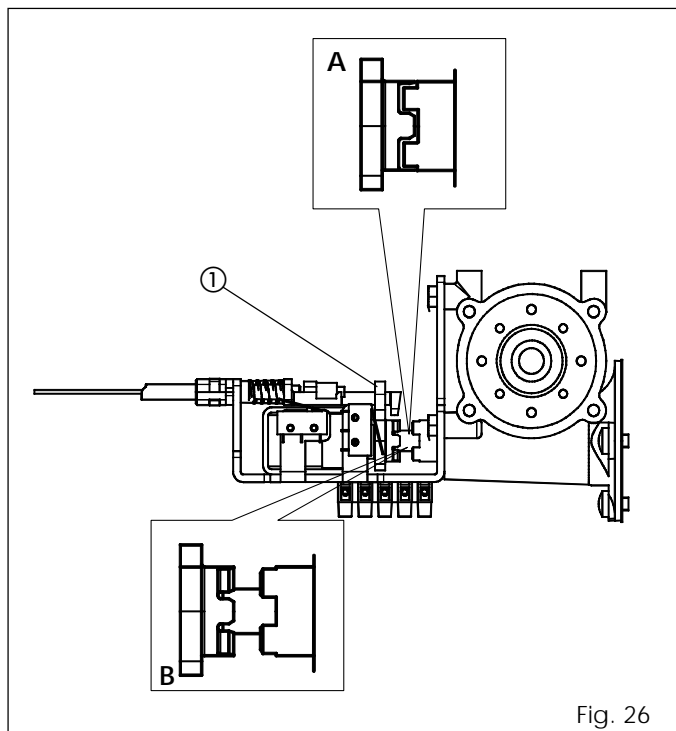
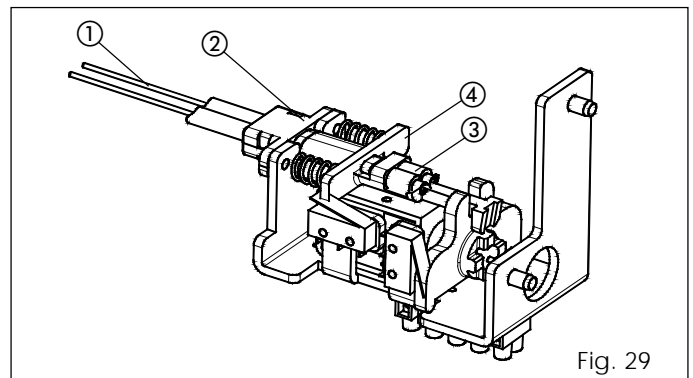

Fig. 26
Fig. 29
- Duw het hendeltje (fig. 26 ref. ①) naar de motoras en ga na of hij correct aangrijpt zoals op fig. 26 ref. A.
- Verplaats het hendeltje (fig. 26 ref. ①) in verticale richting en ga na of er speling is tussen de aankoppeling van de motoras en de motorvergrendeling.
- Steek de kabel (fig. 29 ref. ①) door onderdeel ② en laat de huls ertegen zitten.
- Steek de kabel in de klem (fig. 29 ref. ③).
- Trek onderdeel ④ ertegenaan (zodat de veren worden ingedrukt) en draai de schroef van klem ③ vast zodat de staalkabel geblokkeerd wordt.
- Controleer of de aankoppeling van de motorvergrendeling vrij is van de aankoppeling van de motoras (fig. 26 ref. B).